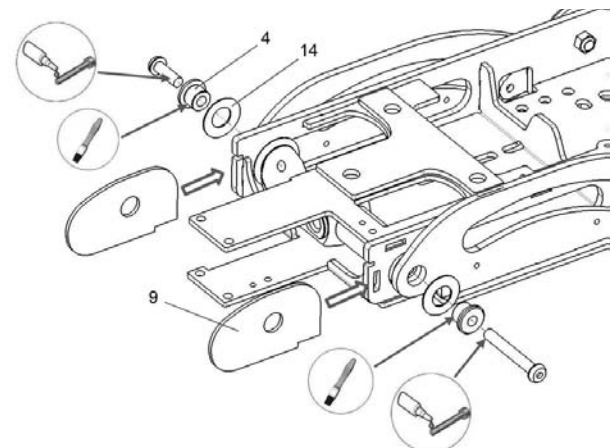

Bild 21. Montera ihop sitstiltens två delar.
10. Montera ihop de två delarna med hjälp av skruvarna, bussningarna (4), skivfjädrarna (14) och klämskydden. Smörj insidan av bussningarna med smörjfett och applicera gänglåsning (Loctite 243) på skruvarna innan montering. Använd momentnyckel för att dra fast skruvarna. Se bild 21. **Åtragningsmoment: 24 Nm.**